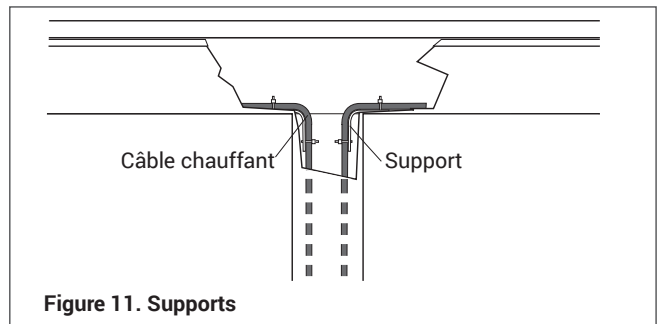

Figure 11. Supports
- Utiliser des supports H915 à la transition de la gouttière à la descente pour empêcher le câble chauffant de s'effiloche et d'être endommagé par des arêtes vives et aussi pour réduire la tension, comme il est indiqué à la figure 11. Se reporter aux directives contenues dans la trousse H915 pour obtenir les détails d'installation.